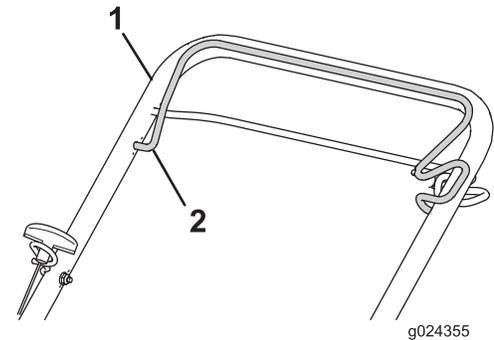

Figura 15
3. Sujete la barra de control de la cuchilla contra el manillar superior (Figura 15).